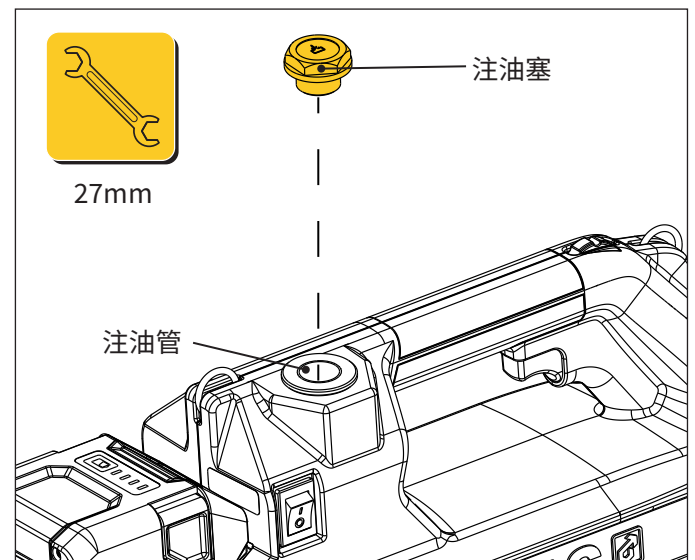

图 13: 注油孔位置
3. 关闭液压泵的电源开关 (O)。
5. 从注油孔中拆下注油塞。应使用 27 mm 扳手。请见图 13。
5. 从注油孔中拆下注油塞。应使用 27 mm 扳手。请见 图 13。